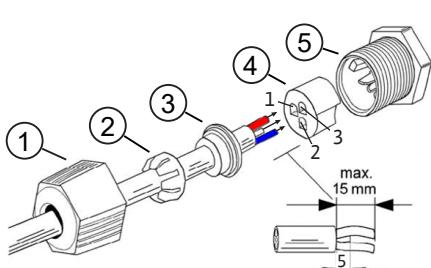

Fig. 19: Connecteur Quickon
1. Placer le manchon (pos. 1), la couronne (pos. 2) et le joint en caoutchouc (pos. 3) sur le câble du capteur de niveau.
2. Retirer la gaine du câble de signal (environ 15 mm). Les extrémités des fils doivent être de niveau avec l'anneau de jonction (pos. 4) ou dépasser de 2 mm max., voir Fig. 19.
5. Insérer l'ensemble dans le support de contact (pos. 5).